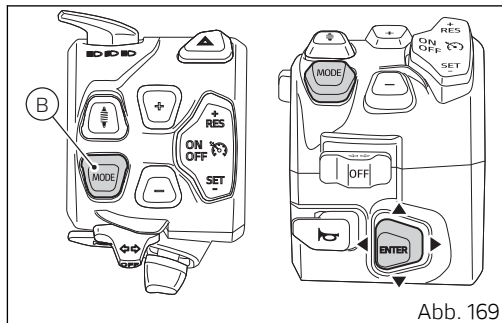

Abb. 169
- Die Taste (B, Abb. 169) drücken.